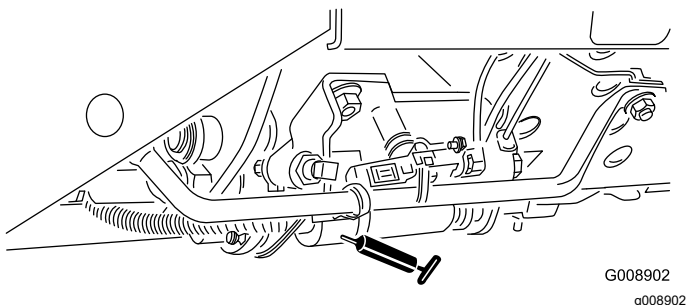

Figura 64
- Mando segar/transportar (Figura 64)